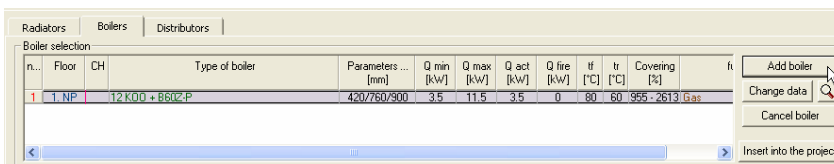

Рис. 3.2-11 Прибавление котла в перечень решений
4. Выделив выбранный котел, щелкните на кнопку *Add boiler/Прибавить котел*, которое находится в правом верхнем углу диалогового окна. (Рис. 3.2-11)